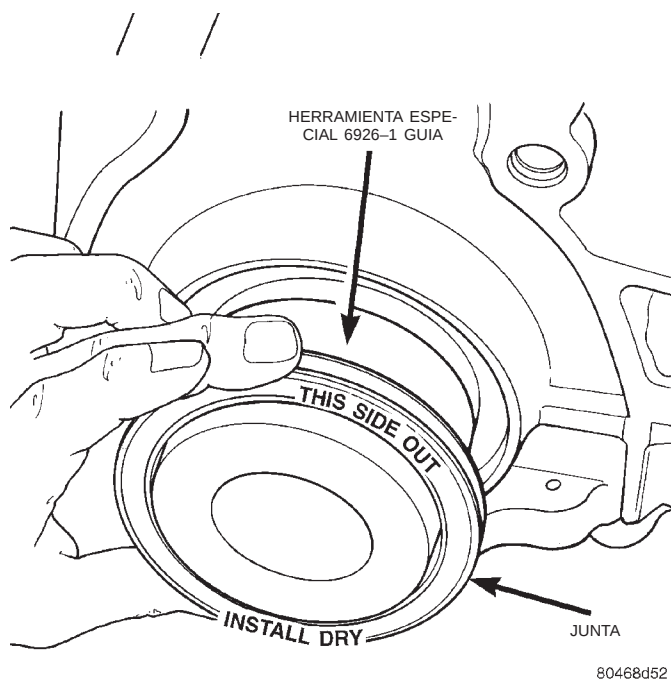

Fig. 98 Junta trasera del cigüeñal y herramienta especial 6926-1
(1) Coloque la herramienta especial 6926-1 en el cigüeñal. Esta es una herramienta de guía que posee una base magnética (Fig. 98).
(2) Emplace la junta sobre la herramienta de guía. Cerciórese de que se puedan leer las palabras **THIS SIDE OUT** (este lado hacia afuera) en la junta (Fig. 98). La herramienta de guía debe permanecer sobre el cigüeñal durante la instalación de la junta. Asegúrese de que el reborde de la junta quede mirando hacia el cárter durante la instalación.